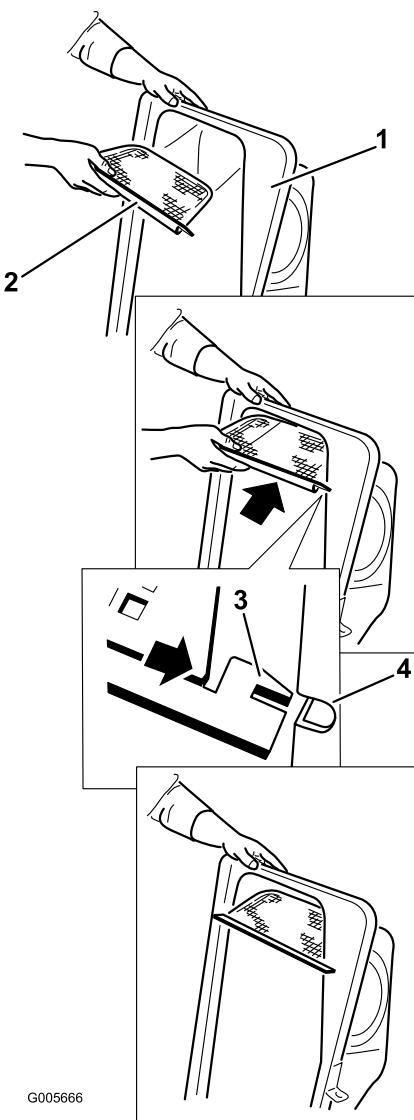

図 14
2. 図 14 のようにスクリーンを、集草バッグ側へ傾斜するように取り付ける。